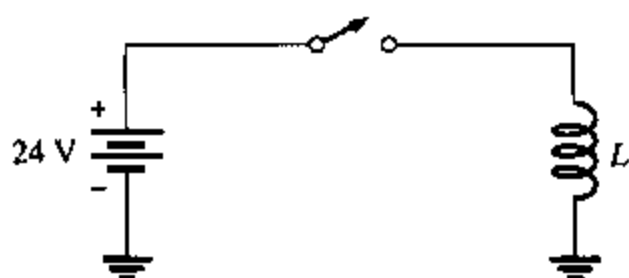

图 14.51
24. 图 14.51 中开关合上时感应电压的极性如何? 如果 $R_w = 10 \Omega$, 电流的终值是多少?